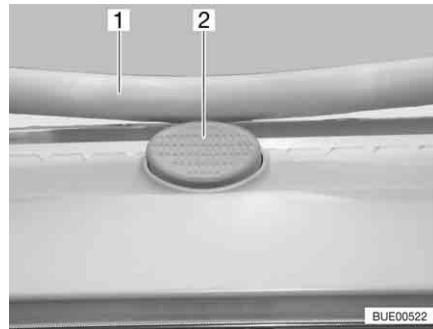

Fig. 88 Botón de seguridad en la claraboya Heki
- Pulsar el botón de seguridad (Fig. 88,2) y tirar la horquilla (Fig. 88,1) hacia abajo con ambas manos.
- Presionar el estribo hacia arriba con ambas manos hasta que la horquilla se encuentre encima del botón de seguridad (Fig. 88,2).